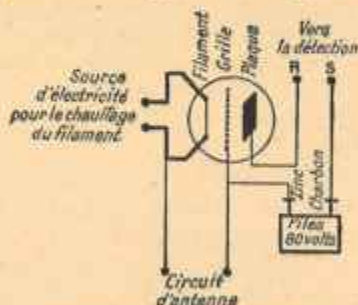

FIG. 167. — Amplification.
1o **Amplification.** Cet appareil possède la merveilleuse propriété d'amplifier les oscillations électroniques d'un circuit, en recourant à des sources locales d'énergie : on employait jusqu'à présent des batteries de piles sèches (fig. 88); on arrive (non sans de grandes complications) à se servir du secteur alternatif. Une batterie de soixante petites piles sèches (fig. 167) est disposée entre la grille (reliée au zinc) et la plaque; le circuit d'antenne (1) est connecté entre le filament et la grille, et c'est entre R et S qu'on disposera la détection (2);
(1) Tout le monde sait qu'on peut recevoir sur antenne ou sur cadre. Lorsqu'on a la possibilité d'installer une bonne antenne (cas d'une maison isolée par exemple), il faut préférer le poste à antenne, car, à puissance égale, il est moins cher qu'un poste à cadre (parce qu'il comporte moins de lampes). Dans tous les autres cas — notamment dans les grandes villes —, on doit conseiller le poste à cadre : il ne nécessite pas d'installation, il permet mieux l'élimination des émissions locales et il est moins influencé par les parasites industriels.
(2) La figure 167 schématise un « étage » d'amplification (c'est ici un « ampli-H. F. »). Chaque étage donne une amplification pouvant atteindre trente.
C'est à dessein que nous avons représenté à part les figures 167 et 168 qu'il faut ensuite accoler; on conçoit la complication des « schémas de T. S. F. », puisque ces deux figures